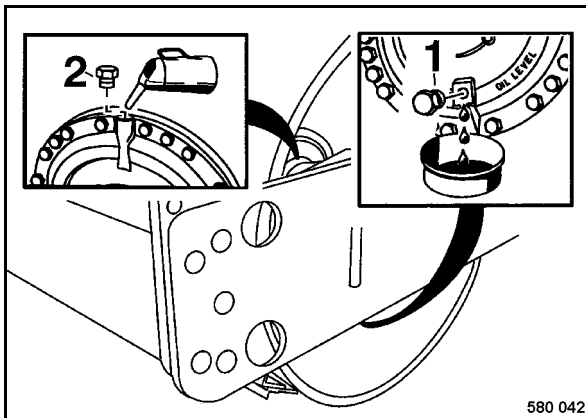

Fig. 166
- Desenroscar el tapón de control 1 (Fig. 166) en la parte baja del rodillo y cargar tanto aceite por el agujero de llenado (2) hasta el aceite sale por abajo del agujero de control..